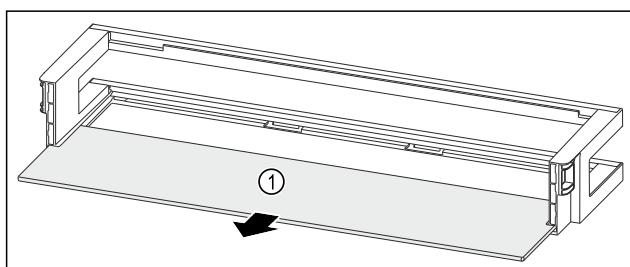

Fig. 147 Türabsteller mit Abstellfläche
- Abstellfläche Fig. 147 (1) entnehmen.